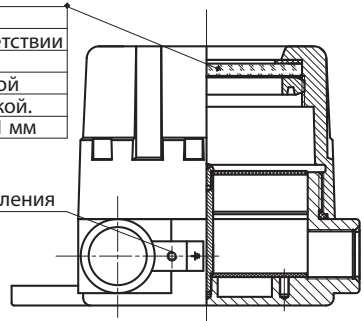

Рис.15. Элементы взрывозащиты типа "взрывонепроницаемая оболочка" модулей МКТ-3м и МКИУС
14. Убедитесь методом визуального осмотра, что элементы ГС, отвечающие за взрывобезопасность, не повреждены (рис.15).